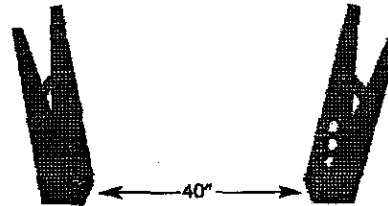

Figura 5 – Coloque los Conjuntos de las Patas
- Coloque los conjuntos de las patas boca abajo en el piso a aproximadamente 102 cm de distancia según se muestra en la Figura 5.